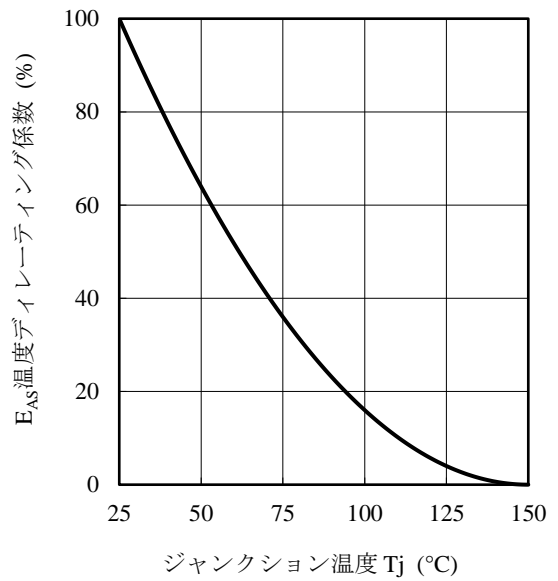
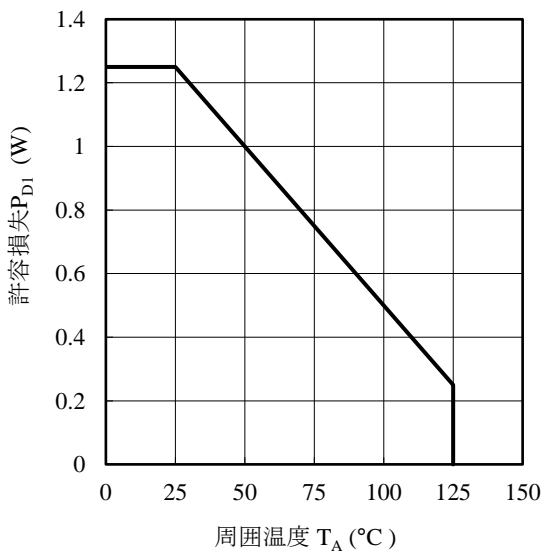

図 4-2 アバランシェエネルギー耐量ディレーティング係数曲線
図 4-3 許容損失温度ディレーティング曲線
(1) 5.1 項参照
(2) 最大スイッチング電流とは、IC に内蔵しているパワーMOSFET のゲート-ソース間しきい電圧 $V_{GS(TH)}$ と、IC 内部で設定しているゲートドライブ電圧によって制限されるドレイン電流です。
(3) 図 4-2 参照
(4) シングルパルス、 $V_{DD} = 99\text{ V}$ 、 $L = 20\text{ mH}$
(5) 図 4-3 参照